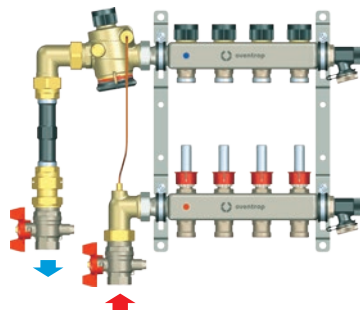
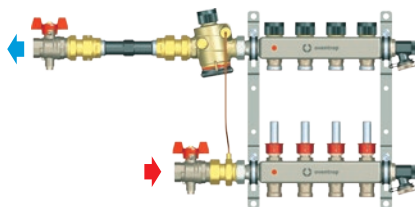

Abb. 5: Montagebeispiel Wärmemesszähler-Anschluss-Set, Eckform
Abb. 6: Montagebeispiel Wärmemesszähler-Anschluss-Set, Durchgangsform
Montagebeispiele siehe Abb. 5 auf Seite 12 bzw. Abb. 6 auf Seite 12.
1. Montieren Sie die Komponenten (bei Linksanschluss) wie in Abb. 5 auf Seite 12 bzw. Abb. 6 auf Seite 12 dargestellt. Verwenden Sie die beiliegenden Flachdichtungen.